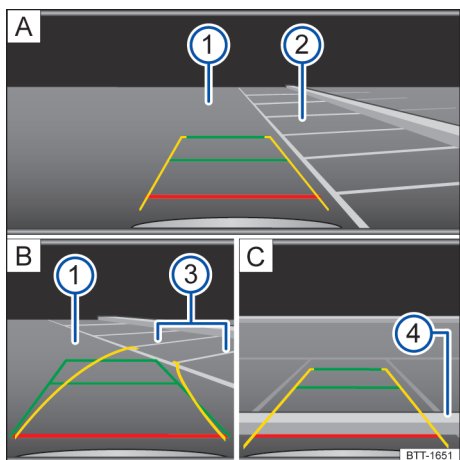

Fig. 156 Exibição do tela do sistema Infotainment: estacionar com a câmera de marcha a ré.
Legenda para Fig. 156:
- Posicionar o veículo na frente da vaga de estacionamento → Fig. 156 **2** **A**.
- Dirigir de modo que as linhas amarelas conduzam à vaga de estacionamento. As linhas verdes e amarelas devem coincidir com as linhas de limitação laterais → Fig. 156 **3** **B**.
- Parar quando a linha vermelha alcançar o limite traseiro → Fig. 156 **4** **C**.